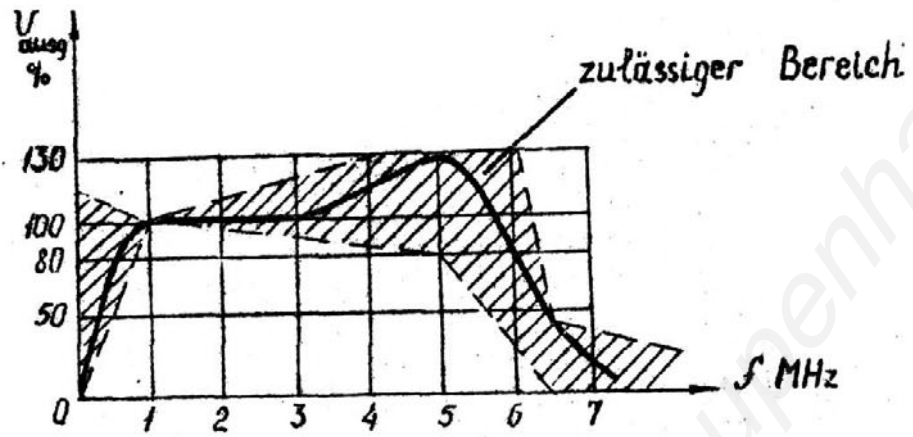

Abb. 13a. Sowjetische Fernsehnorm
- e) durch Betätigung der Knöpfe VERSTÄRKUNG, MASSTAB, MITTEN-FREQUENZ, ABSCHWÄCHUNG am Bildschirm des Wobbelgenerators Frequenzkurve des Videoverstärkers, die der Abb. 13a, b, c (je nach Fernsehnorm) entspricht, erzielen.